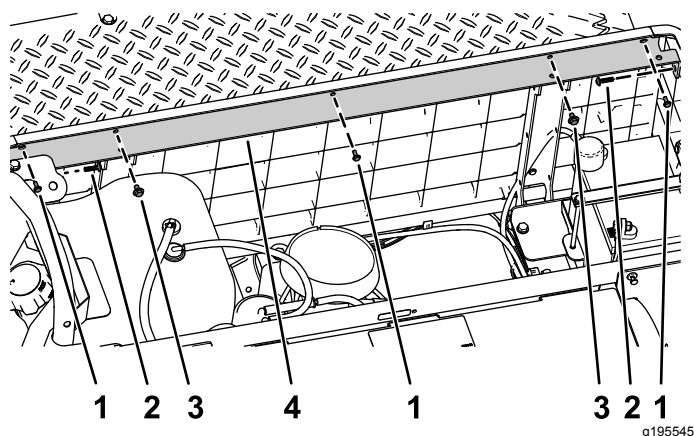

Figura 3
3. Retire os 3 parafusos (n.º 10 x ½ pol.), 2 conjuntos de parafusos com anilha (¼ x ½ pol.) e 2 parafusos de cabeça torx que prendem o suporte existente do banco (Figura 3).
4. Remova o suporte do banco existente (Figura 3).